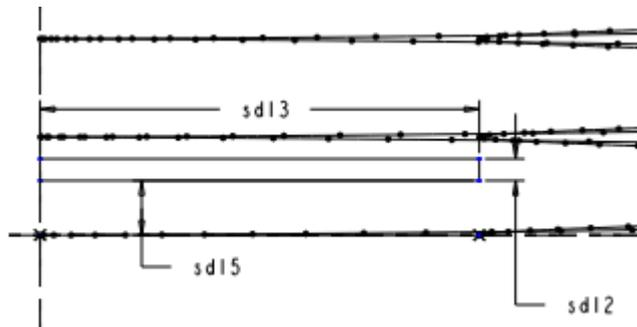

图 60-8
(5) 单击菜单【工具】 【关系】, 打开【关系】窗口, 草图中显示尺寸符号, 如图 60-8 所示。在【关系】窗口输入关系式: $sd15=5*\cos(\text{trajpar}*360*8.5)$, 然后单击【确定】。